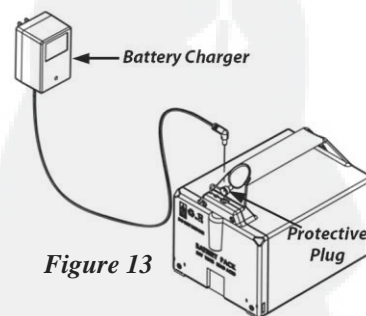

Figure 13
1. Retirez la fiche de protection du réceptacle du chargeur situé sur la batterie et raccordez le connecteur rond du chargeur (*Figure 13*).